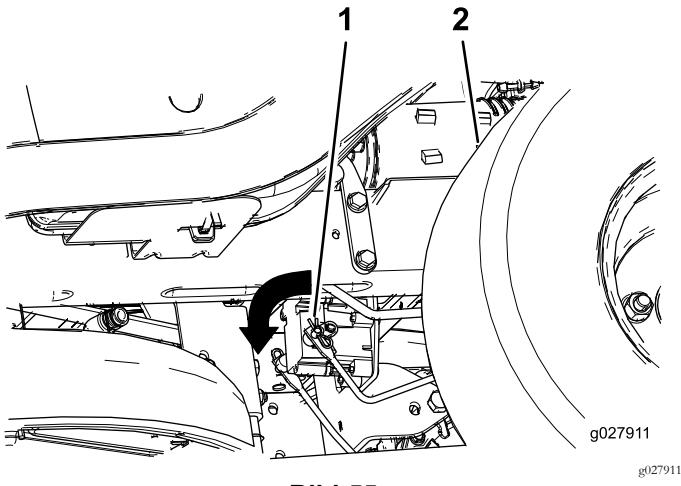

Bild 55
2. Finden Sie die Welle an der elektrischen Bremse, an der die Bremslenkerarme angeschlossen sind (Bild 55).